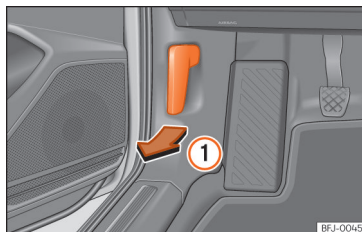

Рис. 233 З боку водія: важіль відмикання капота.
- Щоб відімкнути капот, потягніть важіль під передньою панеллю »» **рис. 233 ①**.